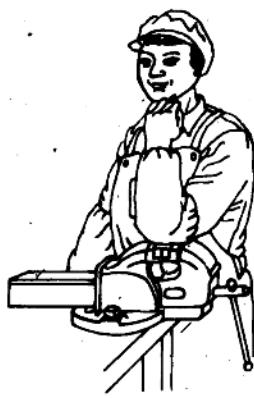

图 1-2 台虎钳的合理高度
(2) 钳台（钳桌）用来安装台虎钳、放置工具和工件等。其高度约 800~900 毫米，使装上台虎钳后，能取得操作者工作的合适高度，一般以钳口高度恰好齐人手肘为宜，见图 1-2。
(3) 砂轮机用来刃磨钻头、凿子、刮刀等各种刃具和工具。
(4) 钻床用来对工件进行各类圆孔的加工。